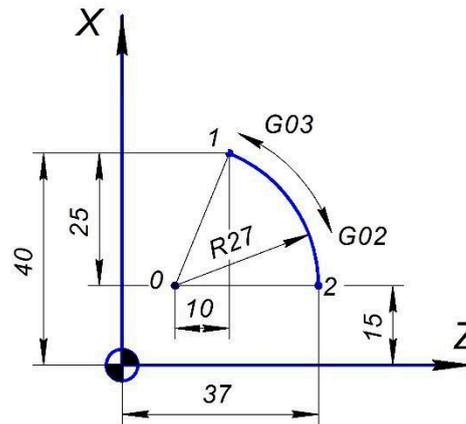

Рис. 5. Круговая интерполяция с радиусом окружности и с указанием центра окружности
**G2, G3**, – круговая интерполяция (рис. 5)
Программирование с начальной точкой, конечной точкой, центральной точкой (рис. 5)